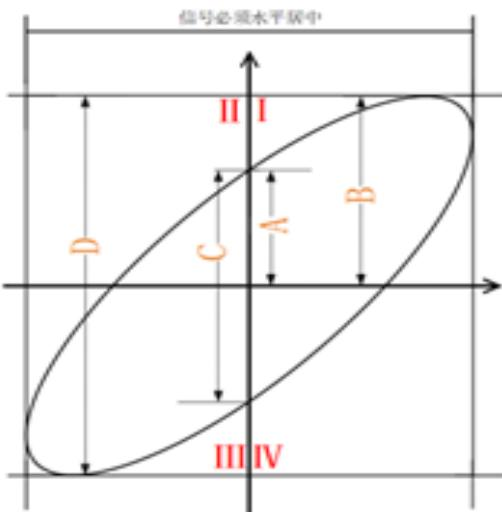

图 7.1 相位差测量原理
4、 观察上图的测量结果，并根据相位差测量原理图（图 7.1）可得 $A/B(C/D)=1$ ，即两个通道输入信号的相差角为 $= \arcsin 1 = 90^\circ$